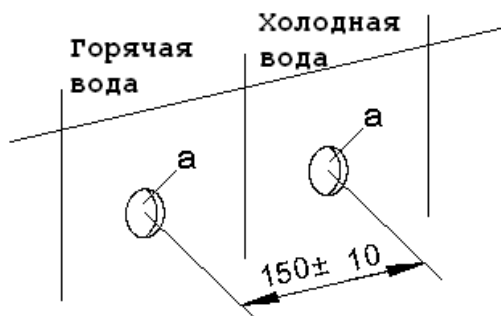

Рис. 4
1.1. Выводы горячей и холодной воды (а) с G1/2 внутренней резьбой должна быть установлены с расстоянием между центрами  $150 \pm 10$  мм, убедитесь, что центральная линия расположена строго горизонтально и вертикально к стене. Левый вывод – труба с горячей водой, правый вывод – труба с холодной водой (рис.4)